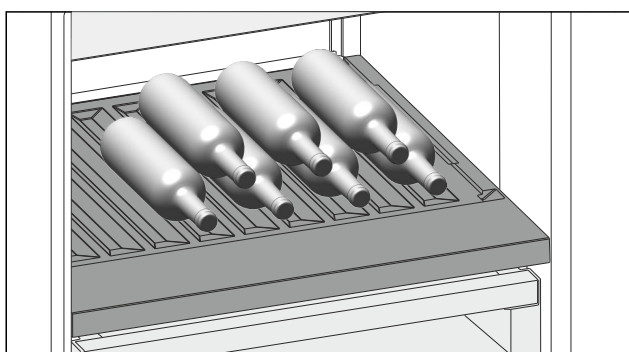

Fig. 121
- Placer les bouteilles avec le fond orienté vers la paroi arrière de l'appareil. (voir Fig. 121)